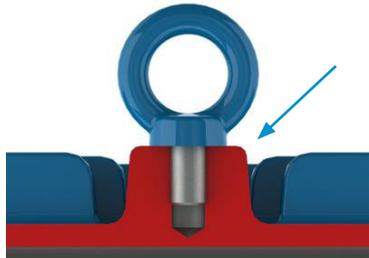
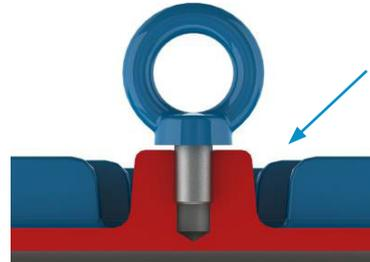

Figura 5 - Manera correcta de fijación del ojal de izamiento.
Figura 6 - Manera incorrecta de fijación del ojal de izamiento.
Antes de iniciar cualquier proceso de izamiento, asegúrese de que los ocales estén adecuadamente fijados, totalmente atornillados y con su base en contacto con la superficie a ser izada, conforme Figura 5. La Figura 6 ejemplifica el uso incorrecto.
1. Asegúrese de que los ojales están adecuadamente fijos, conforme Figura 5;